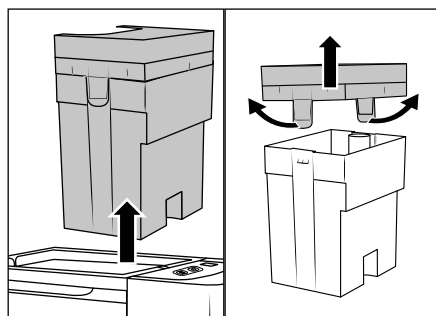
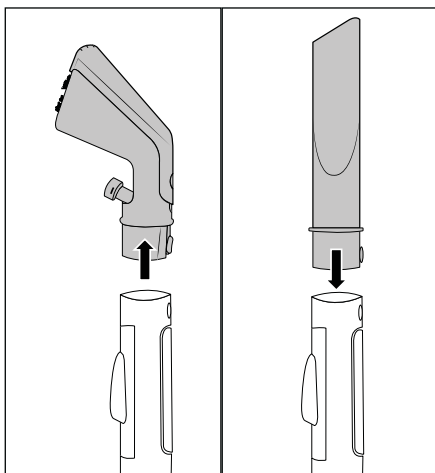

Bild 7
Bild 8
- ♦ Ta tag i handtaget på smutsvattentankens ⑦  lock ③ och dra upp den ur produkten (se bild 7).
- ♦ Dra ut de båda spännena en aning och ta av locket ③ (se bild 7).
- ♦ Håll fast i smutsvattentanken ⑦  med ena handen och dra ut insatsen ⑤ med den andra.
- ♦ Skölj ur smutsvattentanken ⑦  under rinnande varmt vatten.
- ♦ Ta ut EPA-filtret ④ ur insatsen ⑤.
- ♦ Rengör locket ③, EPA-filtret ④ och insatsen ⑤ med flottör ⑥ under rinnande, varmt vatten. Använd ett mildt rengöringsmedel om det behövs.
- ♦ Låt locket ③, EPA-filtret ④ och insatsen ⑤ med flottör ⑥ bli helt torra.
- ♦ När delarna har torkat sätter du tillbaka insatsen ⑤ på smutsvattentanken ⑦  och trycker ner den helt tills den sitter fast.
- ♦ Lägg EPA-filtret ④ i urtaget på insatsen ⑤.
- ♦ Sätt locket ③ på smutsvattentanken ⑦  och tryck nedåt tills de båda spännena snäpper fast.
- ♦ Tryck på låsknappen **25/32** och dra loss textil- och möbelmunstycket **22** eller fogmunstycket **29** från spray-/sugslangen **19** (se bild 8).